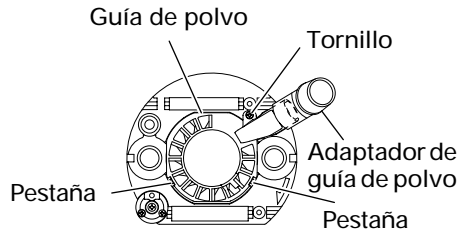

Fig. 16
(4) Guía de polvo y adaptador de guía de polvo (Fig. 16)